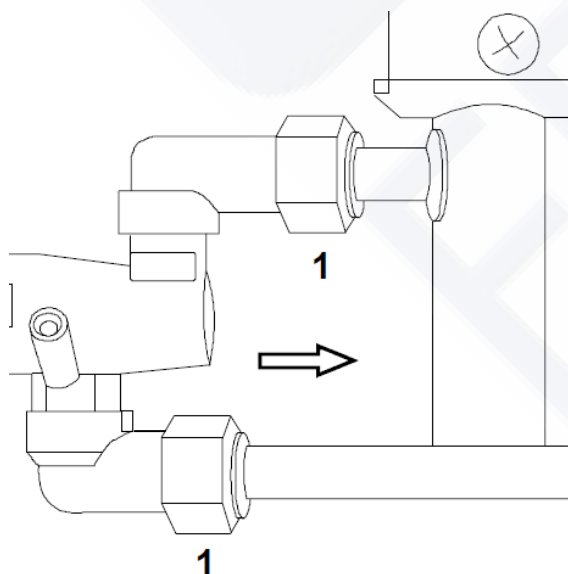

FIG.19 (sustitución grifo gas)
- Desenroscar el grifo de las respectivas juntas de conexión a los tubos del gas (FIG.19-Ref.1);